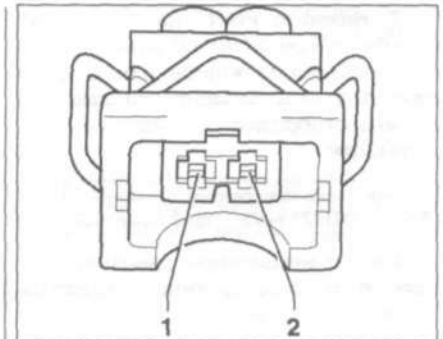

Рис. 7.61. Проверьте провод между тестером и разъемом на разрыв цепи.
- проверьте провод между тестером и разъемом на разрыв цепи: контакт 1 и гнездо 62, контакт 2 и гнездо 55 (рис. 7.61). **Заданное значение:** 1.5 Ом;